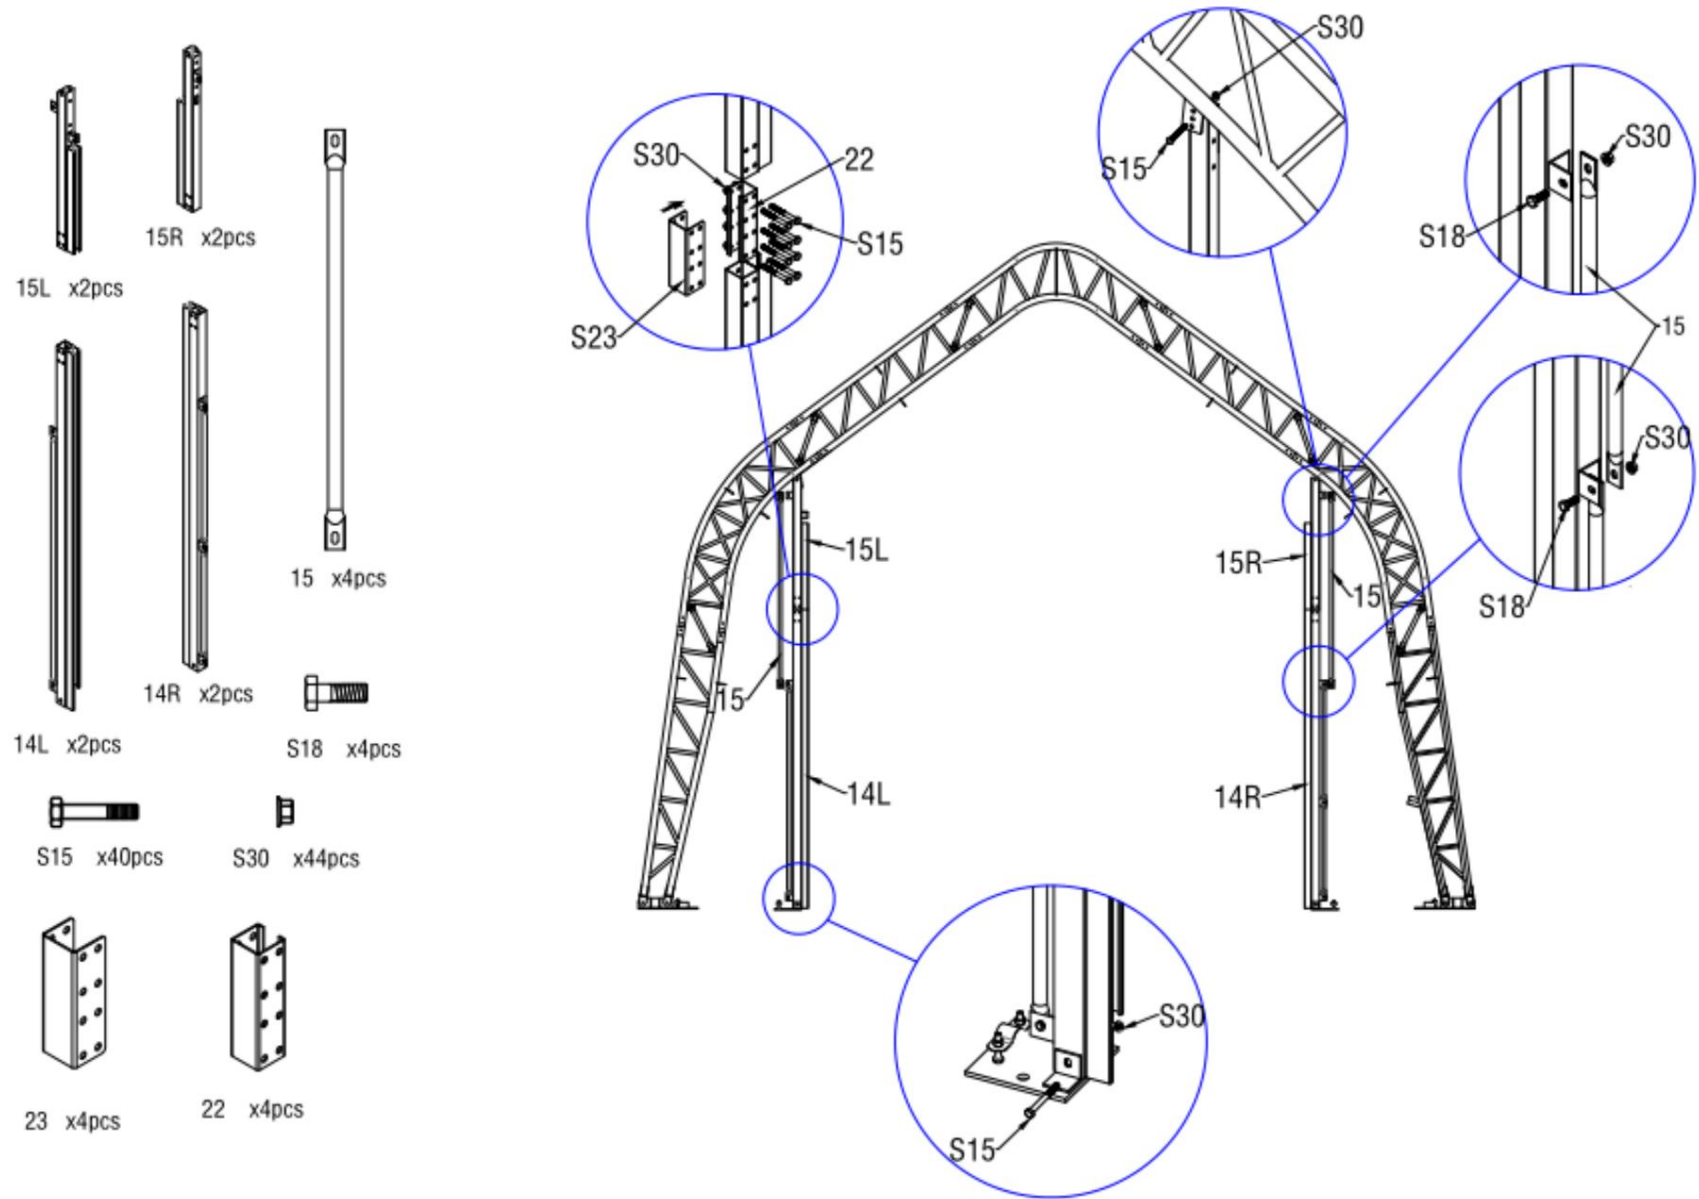

Figure 11
1. Trouvez les composants relatifs et assemblez la porte avant et arrière en conséquence (Figure 11, 12, 13)